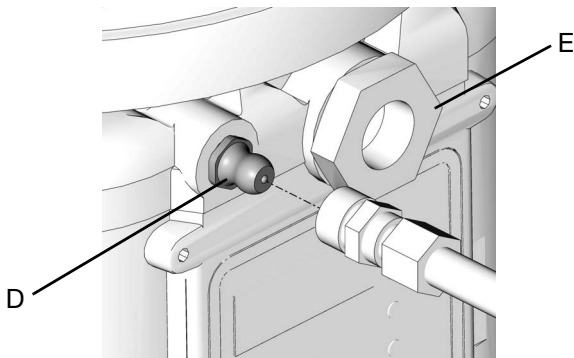

图 13
1. 将注入软管连接到 Zerk 入口管件 (D) (图 13)。